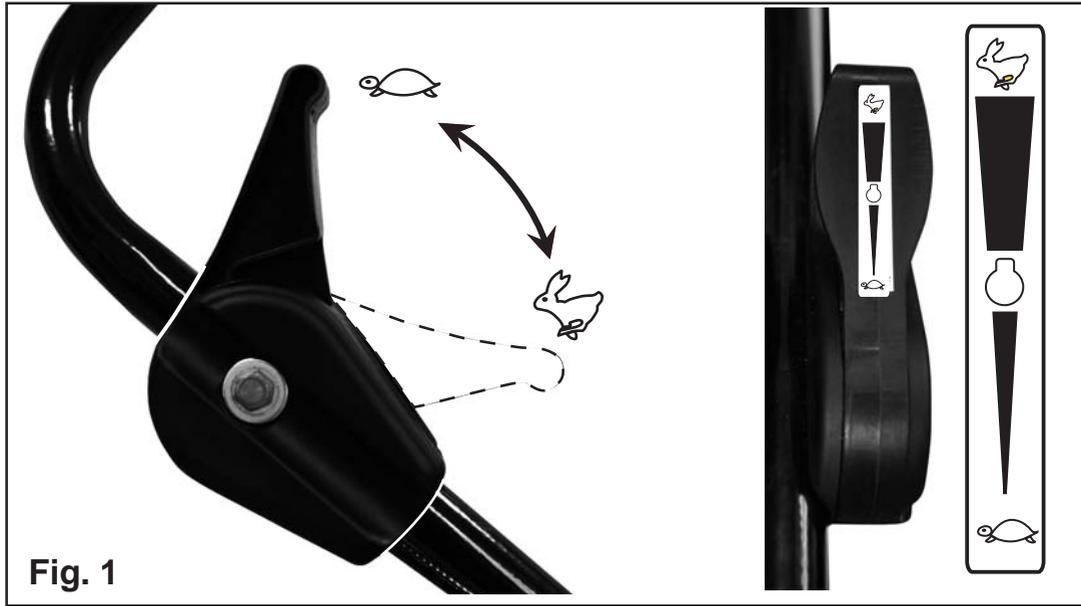

Fig. 1
- Portare il comando acceleratore nella posizione  (fig.1)
- Lavorare con la leva acceleratore al massimo  (fig.1).
- Put the accelerator control in position  (fig.1)
- Work with the acceleration lever at its maximum  (fig.1)
- Mettre la commande d'accélération en position  (fig.1)
- travailler avec le levier accélérateur au maximum  (fig.1)
- Den Beschleunigerantrieb in die Position  (Abb.1) bringen
- Mit dem Beschleunigungshebel auf Hochtouren  (Abb.1) arbeiten.
- Breng het commando gaspedaal in positie  (fig.1)
- Werken met de hendel gaspedaal op max.  (fig.1).
- Ponga el mando acelerador en la posición  (Fig.1)